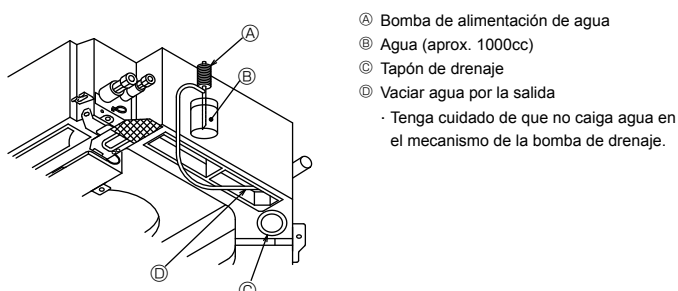

Fig. 6-2
6.3. Comprobación del drenaje (Fig. 6-2)